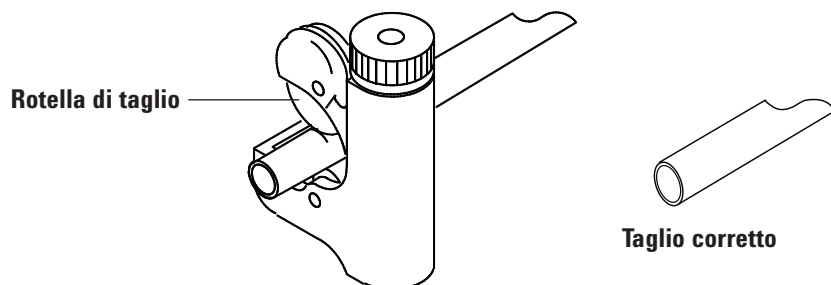

Figura 8. Tagliatubi tipico
- 2 Tagliare i tubi alla lunghezza necessaria utilizzando un tagliatubi. Vedere Figura 8.